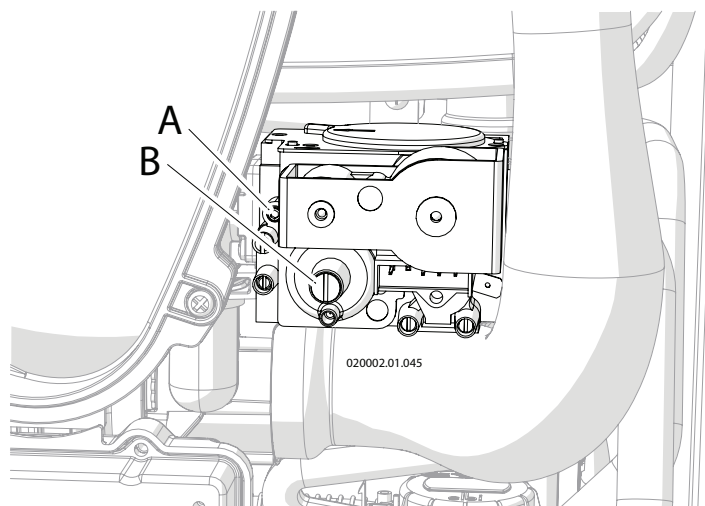

Figura 6-8 - Valvola gas
- 18.-aprire completamente la vite di regolazione del CO₂ particolare "A" (Figura 6-8);